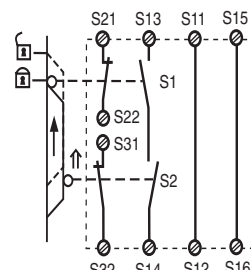

Fig. 7: Control de puerta protectora bicanal, rearme automático/Controllo bicanale riparo mobile, start automatico/Tweekanalige hekbewaking, automatische start
- Fig. 7: Rearme automático para el control de puerta protectora: El dispositivo está preparado para rearmarse con la puerta de protección abierta por medio del circuito de rearme S13-S14. Después de cerrarse los circuitos de entrada S21-S22 y S31-S32 se cerrarán los contactos de seguridad.
- Fig. 7: start automatico per controllo ripari mobili: Con riparo mobile aperto, il dispositivo è pronto per lo start attraverso il circuito di start S13-S14. Dopo la chiusura dei circuiti di ingresso S21-S22 e S31-S32 i contatti di sicurezza vengono chiusi.
- Fig. 7: Automatische start bij hekbewaking: Het apparaat is bij geopend hek via het startcircuit S13-S14 startklaar. Na sluiten van de ingangscircuits S21-S22 en S31-S32 worden de veiligheidscontacten gesloten.